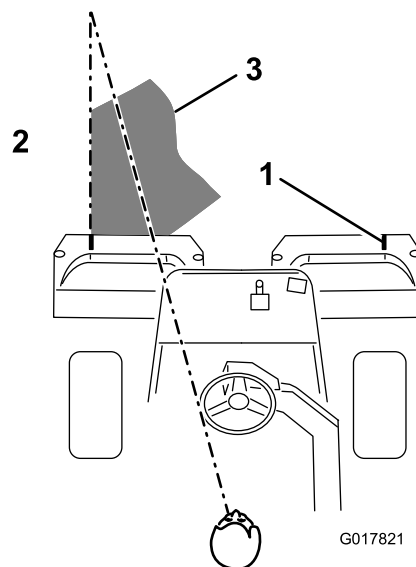

Figura 41
3. Debe haber un solape mínimo con las pasadas anteriores. Para ayudar a mantener una línea recta a través del green y mantener la máquina a la misma distancia de la pasada anterior, establezca una línea imaginaria aproximadamente de 1,8 a 3 m por delante de la máquina hasta el extremo de la parte no segada del green (Figura 41). Puede ser útil incluir el borde exterior del volante como parte de la línea imaginaria, es decir, mantener el borde del volante alineado con un punto que se mantiene siempre a la misma distancia de la parte delantera de la máquina (Figura 41).